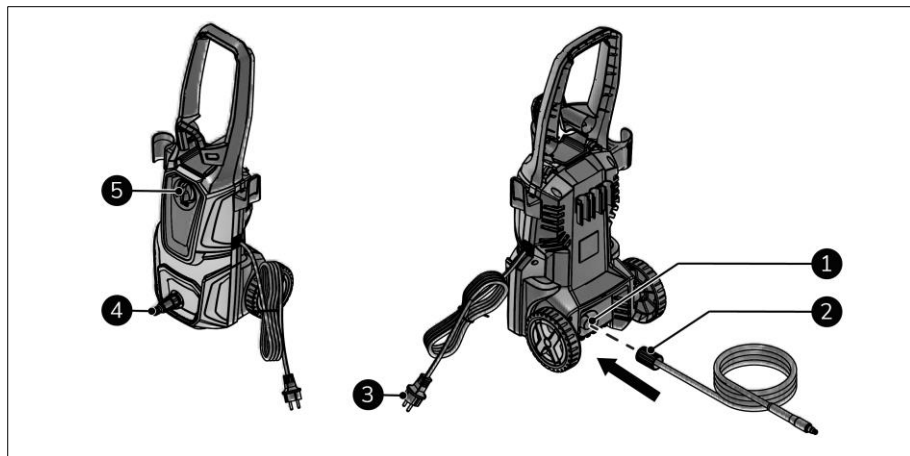

Figure 9
2. Assurez-vous que le commutateur MARCHE(I) / ARRÊT(0) est en position ARRÊT(0) (figure 9, pos. 5).
3. Insérez la fiche d'alimentation (figure 9, pos. 3) dans une prise reliée à la terre et facilement accessible.
4. Uniquement pour la première utilisation : retirez le couvercle protecteur de sortie d'eau à haute pression (figure 9, pos. 1).
5. Vissez le tuyau haute pression (figure 9, pos. 2) à la sortie d'eau haute pression.
6. Raccordez l'alimentation en eau à l'appareil (figure 9, pos. 4).